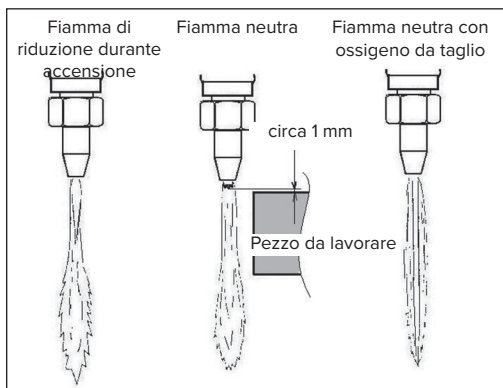

Fig.4: Regolazione fiamma
4.2.3. Aprire per breve tempo la valvola dell'ossigeno da taglio, per controllare corretta regolazione della fiamma neutra e poi richiuderla. (vedi anche fig.4).